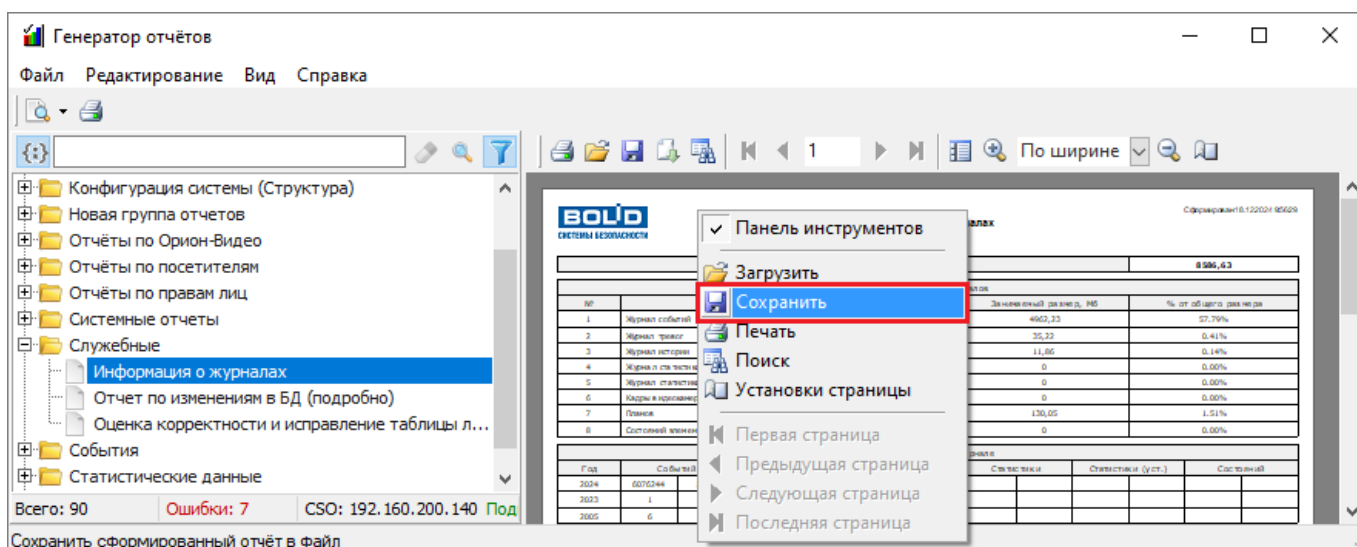

Рисунок 11-312 Сохранение отчета через контекстное меню области предварительного просмотра
- выберите в контекстном меню области предварительного просмотра (см. п. 11.5.5.1) пункт «Сохранить» (см. Рисунок 11-312),